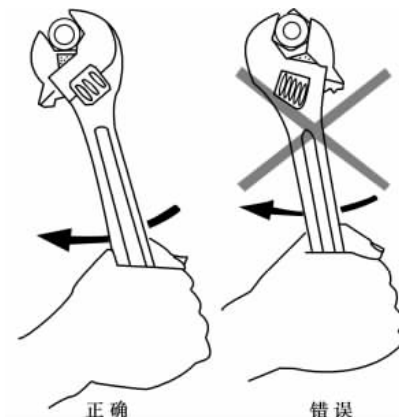

图 2.1.10 扳手的使用
(1) 应将活动钳口调整合适,使扳手与螺母或螺栓头两对角边贴紧。
(2) 工作时应让扳钳口的可动部分受推力,固定部分受拉力。其正确操作方法如图 2.1.10 所示。